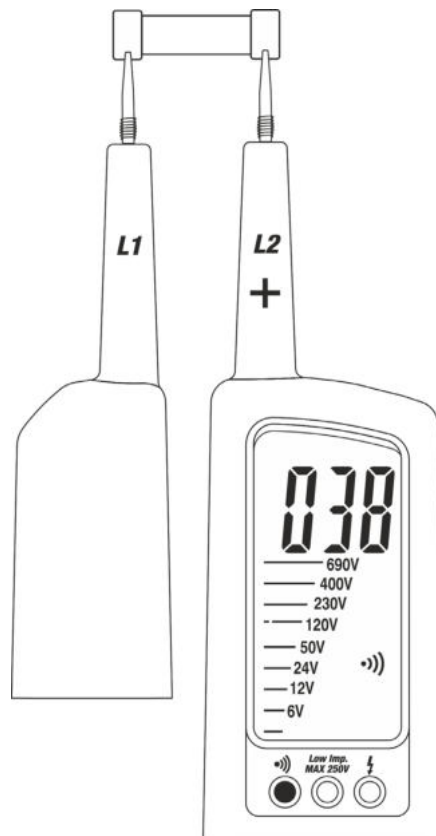

Fig. 7: Test de Continuité
2. Connectez les sondes **L1** et **L2** à l'objet à tester (voir Fig. 7)